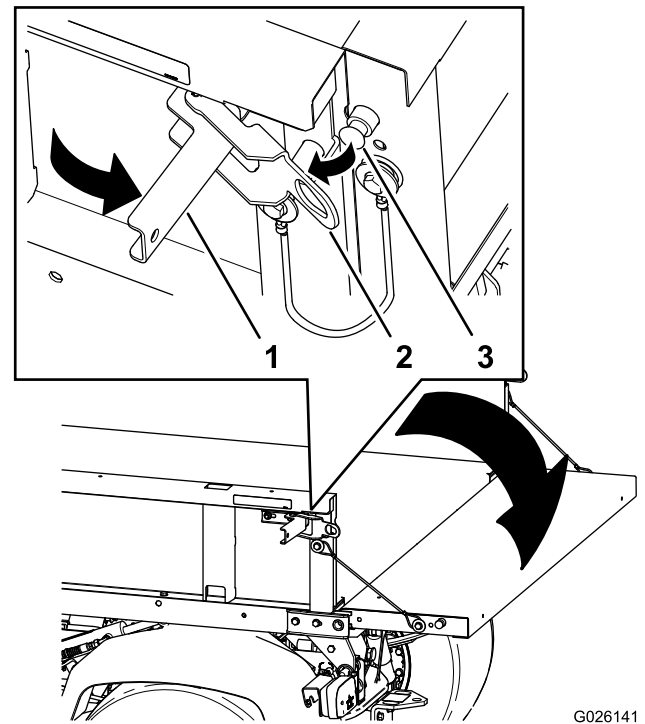

図 19
2. 荷台の左右にあるラッチ 図 19 を解放してテールゲートを下げる。